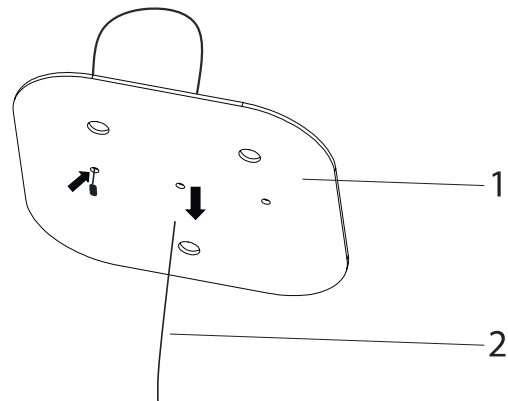

Fig. 8
2. → Skub stålwiren igennem ophængningspladen som vist på figur (Fig. 8).